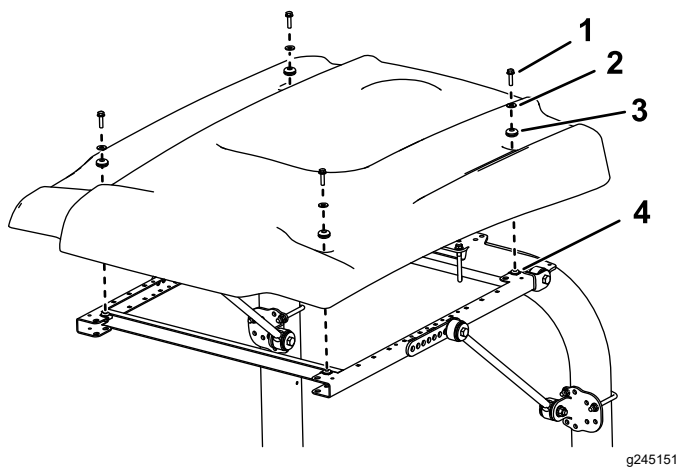

Рисунок 6
11. Установите каждый угол солнцезащитного навеса на раму с помощью болта с фланцевой головкой (5/16 x 1¼ дюйма), малой шайбы и уплотнительной втулки, не затягивая их (Рисунок 6).